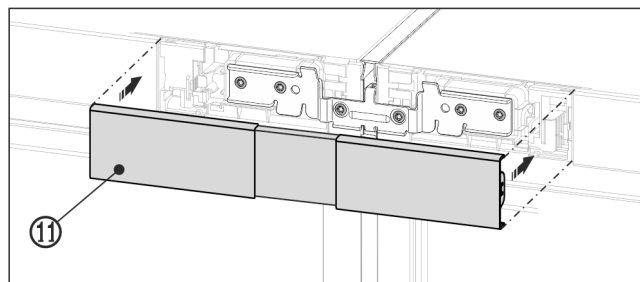

Fig. 19 Примерное отображение
- ▶ Защелкните верхнюю крышку Fig. 19 (11) на еще открытом промежутке обеих заглушек участков обслуживания. Следите за тем, чтобы наружные стороны крышки заканчивались вровень с заглушками участков обслуживания.